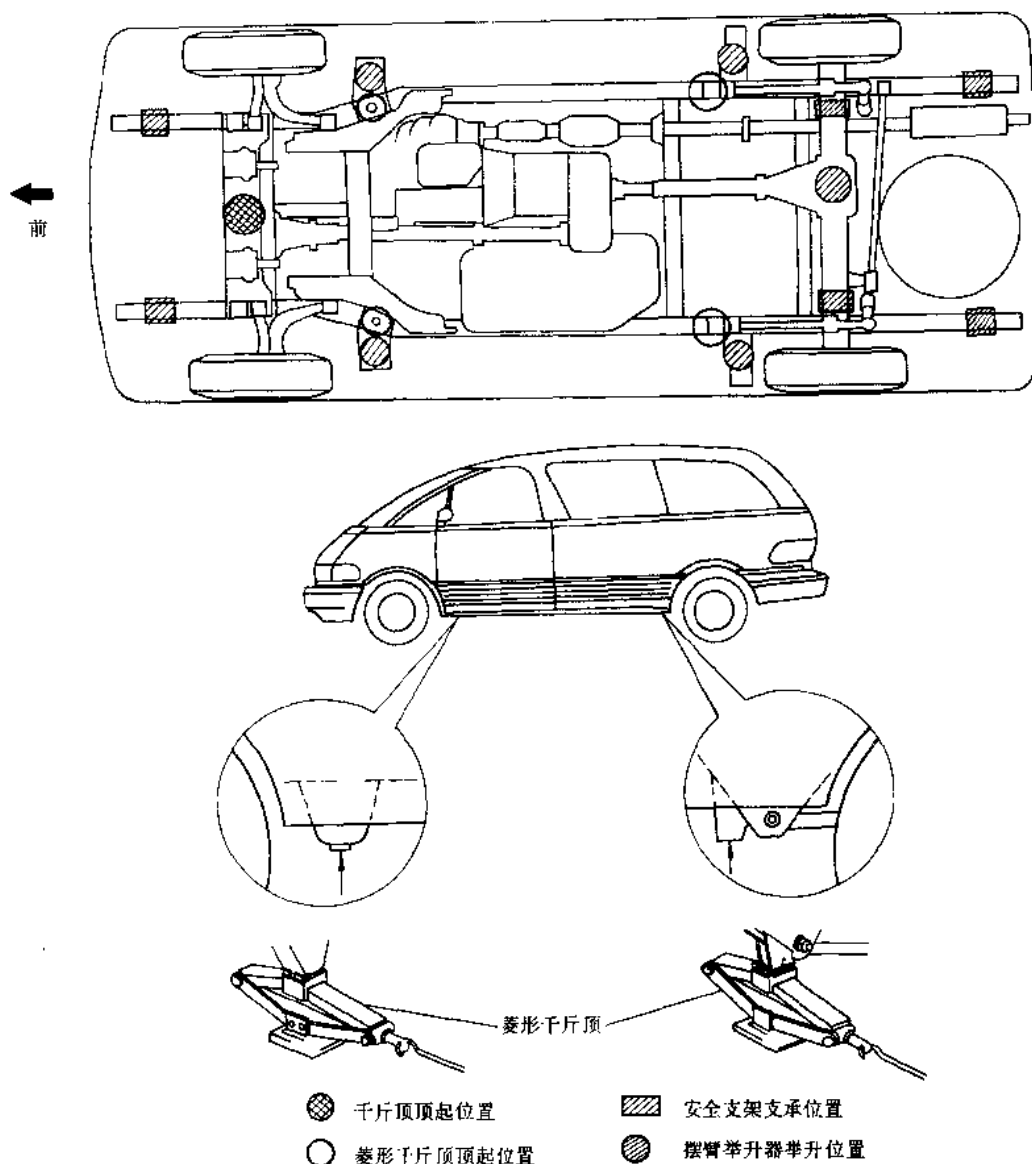
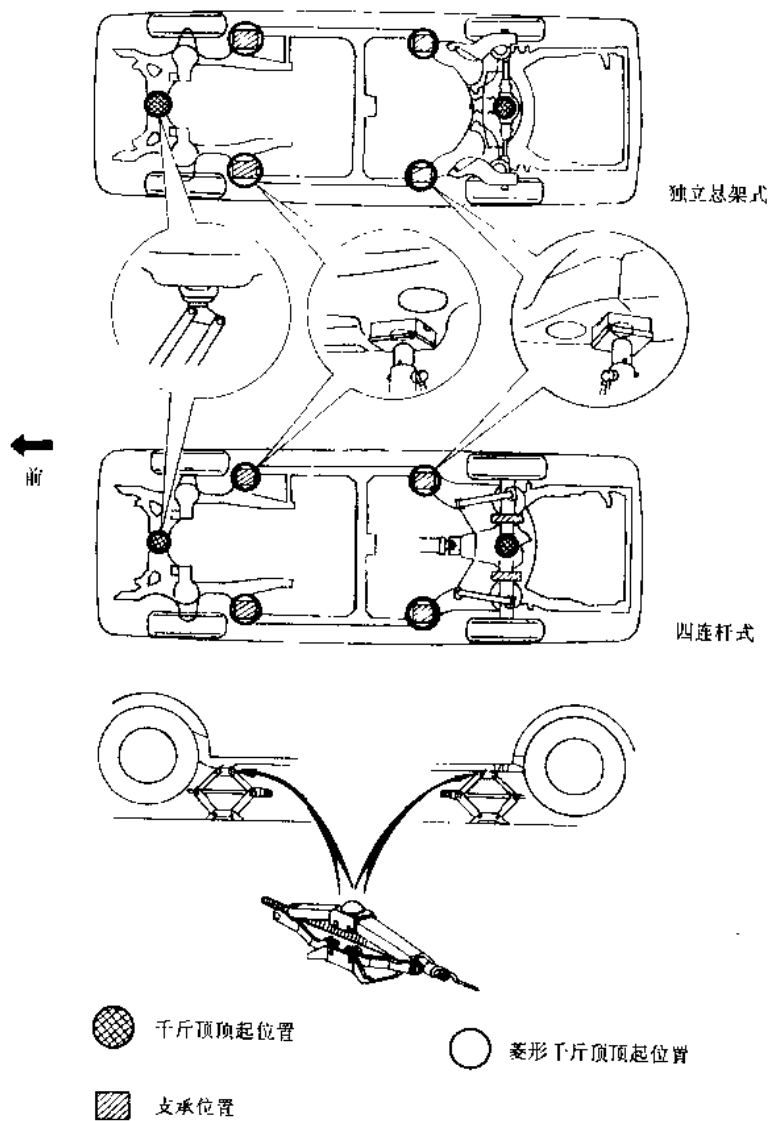

图 1-2 丰田大霸王面包车的支起位置
图 1-3 皇冠轿车的支起位置
11. 当用千斤顶顶起或支起汽车时,应确保有正确的顶(支)起位置(见图 1-2 和图 1-3)。